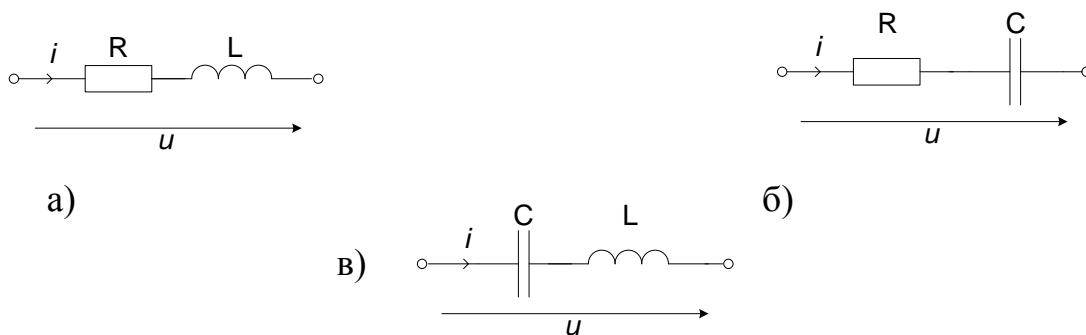

Рис. 63 Электрические схемы (задание 3)
1. Для электрической цепи (рис. 63) выполнить задание, указанное в таблице (табл.6), где  $G, B_L, B_C$  – проводимости элементов. Построить векторную диаграмму токов и напряжений.